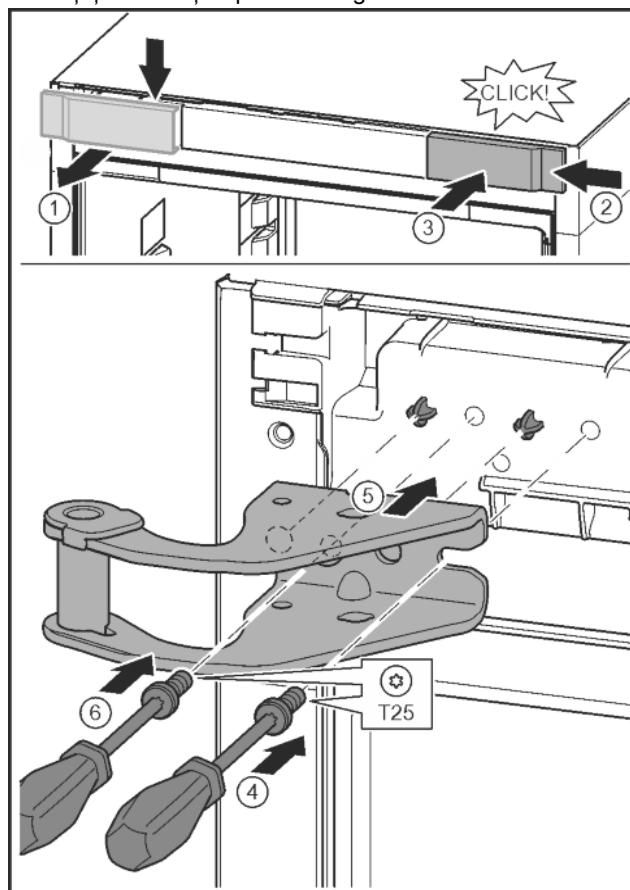

Fig. 12
- Desprindeți capacul și scoateți-l în lateral. Fig. 12 (1)
- Acroșați pe cealaltă parte din dreapta capacul rotit cu 180°. Fig. 12 (2)
- Fixați capacul în poziție. Fig. 12 (3)
- Aplicați șurubul cu șurubelnită T25. Fig. 12 (4)
- Aplicați suportul de lagăr superior. Fig. 12 (5)
- Înșurubați ferm șurubul. Fig. 12 (4)
- Introduceți șurubul cu șurubelnită T25 și înșurubați ferm. Fig. 12 (6)